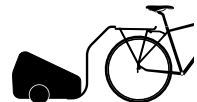

Abb. 2/9 Μεσαίο εξάρτημα ράβδου έλξης
- **Στερέωση μεσαίου εξαρτήματος ράβδου έλξης -Συναρμολόγηση σχάρας («Abb. 2/ Μεσαίο εξάρτημα ράβδου έλξης» στη σελίδα 9)**